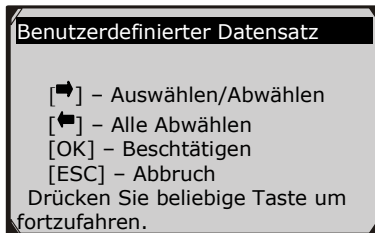

Abbildung 5.16
- 2) Beachten Sie die Anweisungen auf dem Bildschirm. (Abbildung 5.16). Drücken Sie die Taste **OK** um fortzusetzen; drücken Sie die **ESC** Taste oder verwenden Sie die **LINKS/RECHTS** Taste um **NEIN** zu wählen und drücken Sie die **OK** Taste um zum **Menü Daten Aufnehmen** zurück zu kehren.